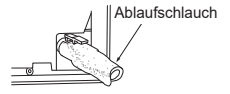

Fig. 4
- 5) Führen Sie den Ablaufschlauch in die Ablassmulde hinten rechts an dem Innengerät ein. (Fig. 4)
- 6) Führen Sie den Ablaufschlauch durch die Wanddurchbruchhülse (C) und haken Sie den oberen Teil des Innengerätes an der Montagetraverse (1) ein. Bewegen Sie das Innengerät dann vollständig nach links, damit Sie die Verrohrung einfacher an der Rückseite des Geräts anbringen können.